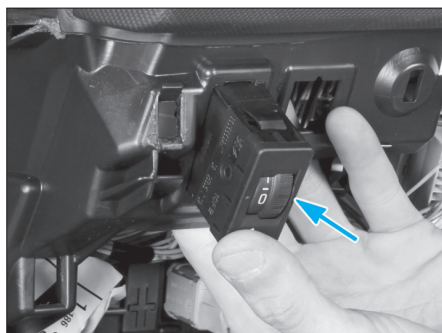

Fig. 41
- Déposer la commande de correcteur de feu puis débrancher son connecteur (Fig.41).